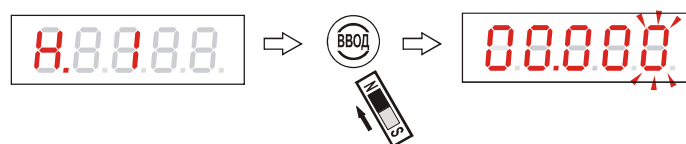

Рисунок 54 - Ввод числового значения уровня первой точки тарифовочной таблицы
2.8.17 Для ввода уровня первой точки тарифовочной таблицы резервуара «Н. 1» необходимо «нажать» «ВВОД». На цифровом табло появляется числовое значение уровня, хранимое в памяти уровнемера; миганием выделен доступный для редактирования разряд, рисунок 54: